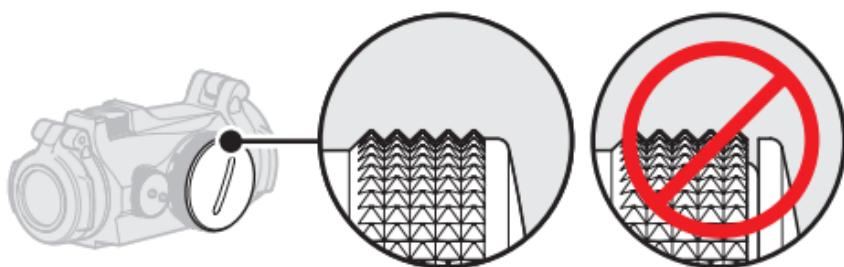

Fig. 6 Le compartiment pile avec son couvercle
Nettoyez les surfaces de contact à l'intérieur du compartiment pile et vérifiez que la pile (7) fonctionne et qu'elle a été mise en place conformément aux instructions détaillées en 2.1.1. Vérifiez qu'il n'y a **aucun** jeu entre le couvercle de la batterie (6) et le compartiment. Voir Fig. 6. Si le commutateur rotatif (8) est défectueux, contactez le revendeur / l'armurier.